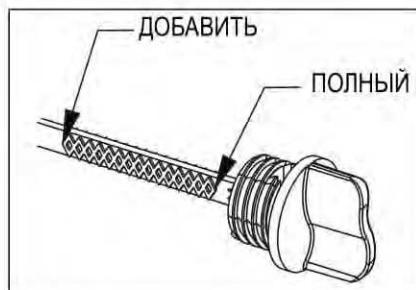

Рис. 4-1. Проверка уровня масла
- Посмотрите на уровень масла. Уровень масла должен находиться на отметке FULL («ПОЛНЫЙ») шкалы, нанесенной на щуп. См. рис. 4-1.